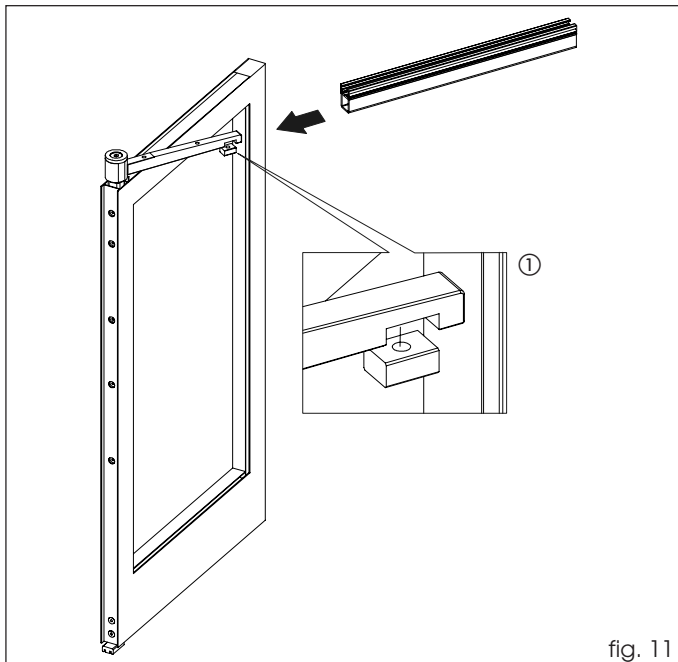

fig. 11
Posizionare il blocchetto sotto la staffa superiore (fig. 11 rif. ①) ed inserire l'asta come indicato in figura 11 facendo coincidere i 3 fori dei grani.